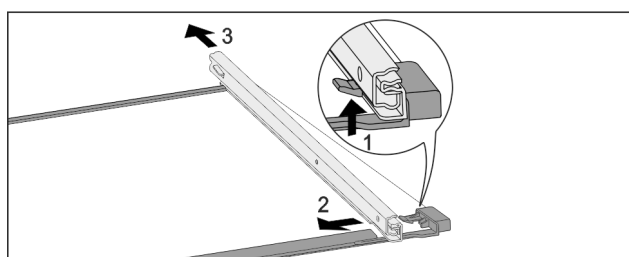

Fig. 230 Glasplatte mit Schienen
- Vordere Rasthaken nach oben drücken. Fig. 230 (1)
- Auszugsschiene zur Seite Fig. 230 (2) und nach hinten Fig. 230 (3) wegschieben.